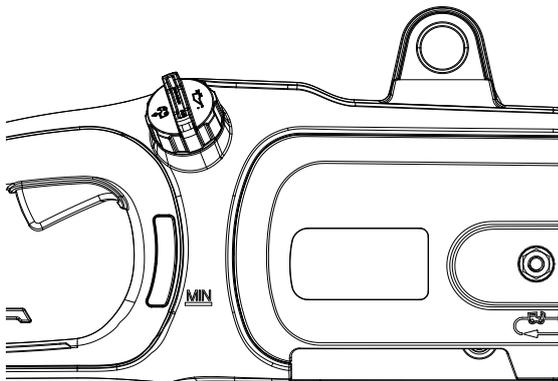

Abb. 4
1. Öldeckel entfernen (Abb. 4). Füllen Sie den Behälter mit Schienen- und Kettenöl (SAE30), bis der Ölstand die volle Kapazität erreicht hat.